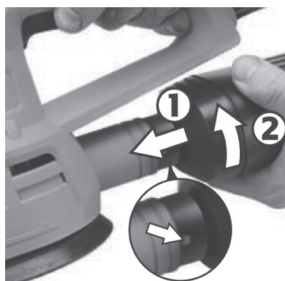

Fig. 4 - Montagem e desmontagem do coletor de poeira
- 1) Encaixe-o na conexão do coletor de poeira (7);
- 2) Gire para a direita para travar. Para desmontar, gire para a esquerda e puxe o coletor (6) Fig.4: